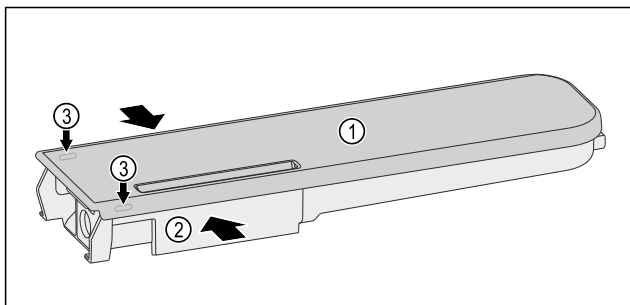

Fig. 233
- ▶ Stlačte nádrž na vodu Fig. 233 (2) k sobě a víko Fig. 233 (1) opatrně vypáče přes západky Fig. 233 (3) a vytáhněte nahoru.
- ▶ Víkem Fig. 233 (1) pohybujte lehce tam a zpět a sejměte jej nahoru.